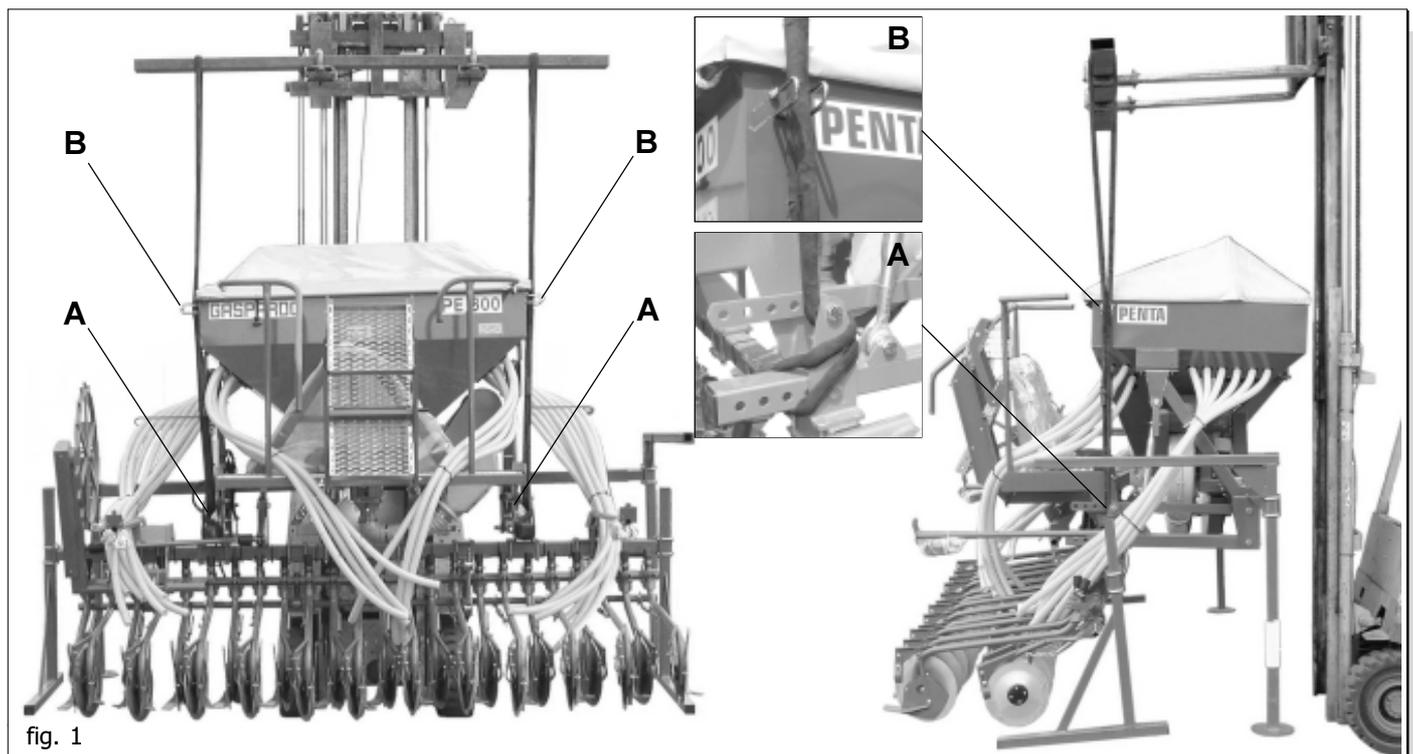

fig. 1
In caso di movimentazione della macchina, è necessario sollevare la stessa agganciandola agli attacchi appositi (A) (Fig. 1) con paranco o gru idonei e di sufficiente portata. Questa operazione, per la sua pericolosità, è necessario venga eseguita da personale preparato e responsabile. La massa della macchina è evidenziata nella targhetta di identificazione (8 Fig. 2).